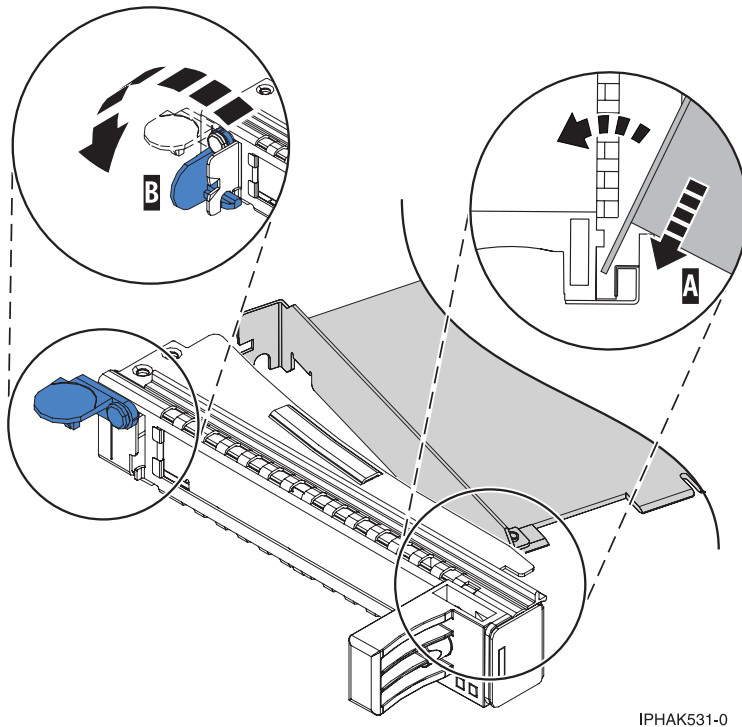

Figura 70. Colocación de un adaptador en el casete de adaptador PCI
- a. Con la abrazadera de la contrapunta (**B**) en la posición de abierto, inserte firmemente el adaptador en el canal de retención de la contrapunta (**A**), como se muestra en la Figura 70.